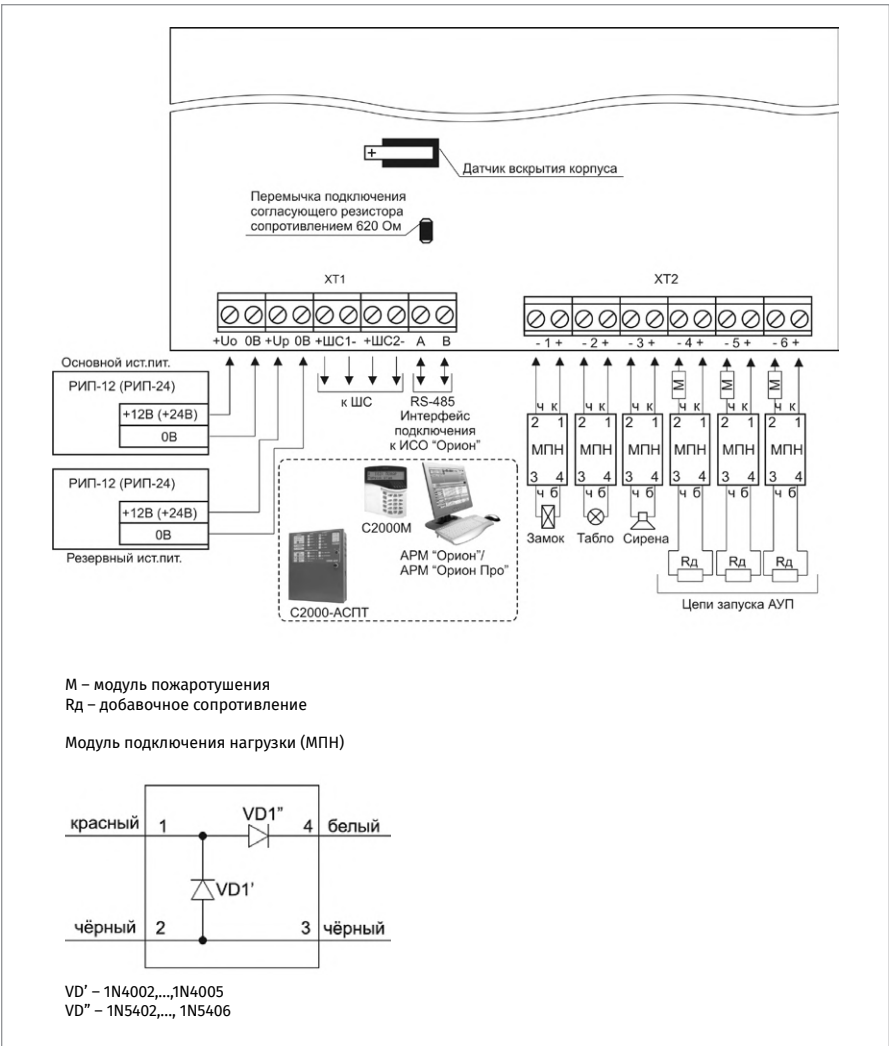

Рисунок 13. Схема внешних соединений блока «С2000-КПБ»
1. Схема внешних соединений блока С2000-КПБ приведена на Рисунок 13.